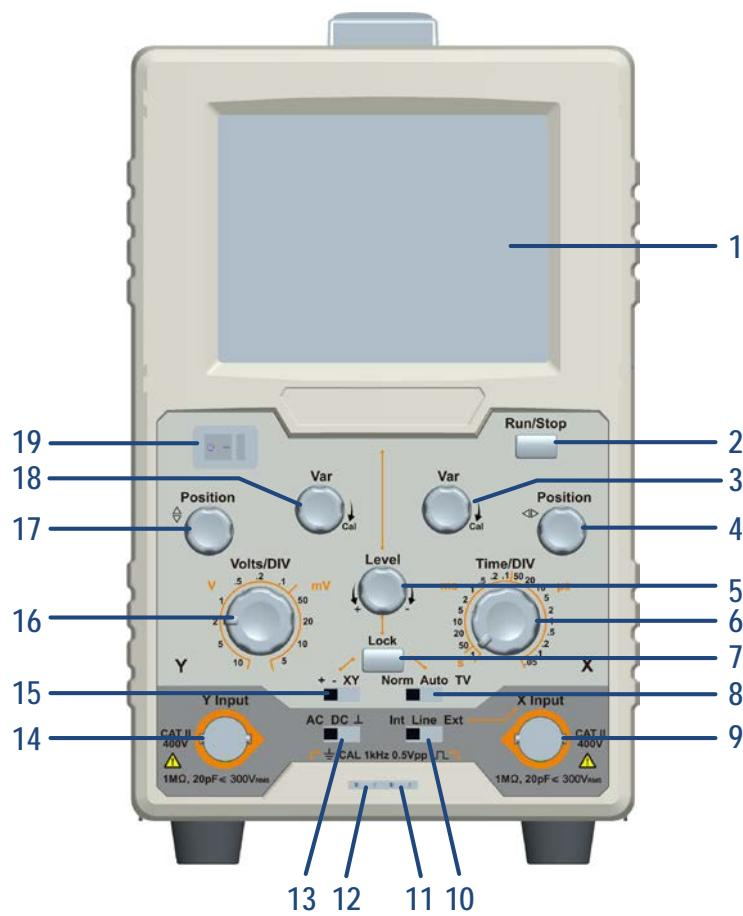

图 3-1：示波器前面板
| 控件名称 | 图 3-1：示波器前面板 中的序号 | 设置 |
- 2、 将探头BNC连接端与示波器前面板Y输入端连接。将探头尖端连接到示波器前面板的校准信号 CAL 输出连接器上（位于图 3-1：示波器前面板中的11）。将探头的基准导线夹连接到校准信号的地线连接器（位于图 3-1：示波器前面板 中的12）上。